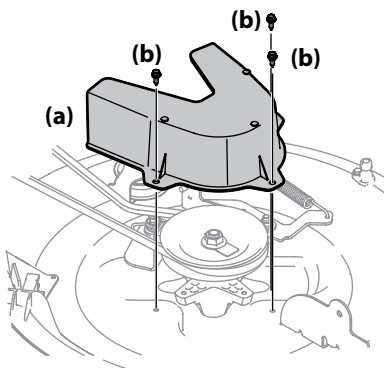
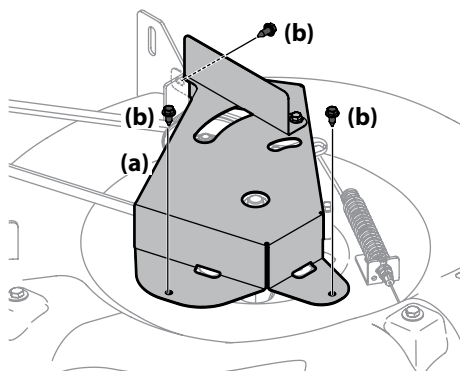

Figura 4-9
Figura 4-10
- Extraiga la cubierta de la correa de la plataforma (a), para lo cual deberá retirar los tres pernos hexagonales (b) que la sujetan. Consulte la Figura 4-9 para plataformas de 30" y la Figura 4-10 para plataformas de 24".